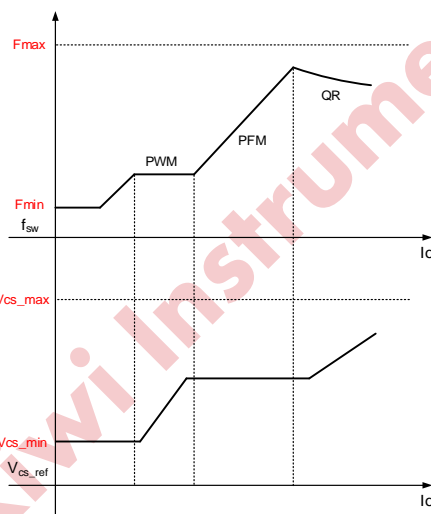

图 4
如图 4 所示，为了满足严苛的平均效率和待机功耗要求，KP2182X 采用了调幅控制 (AM) 和调频控制 (FM) 结合的多模式控制技术。